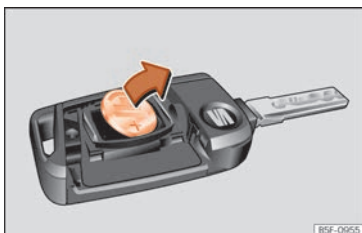

Fig. 146 Llave del vehículo: extracción de la pila.
- Extraiga la pila del compartimento con un objeto fino adecuado » » » **fig. 146.**
- Coloque la pila nueva tal como se muestra » » » **fig. 146** y presiónela en el compartimento para la pila en sentido contrario a la flecha » » » ❷.